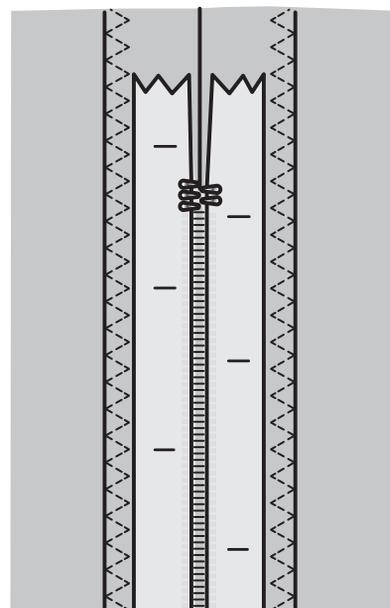

Fig. 1
2. Bâtissez le reste de la couture dans laquelle la fermeture sera placée. Repassez la couture en l'ouvrant. Placez le côté droit de la fermeture sur le surplus de couture retourné, en plaçant la butée de la fermeture au niveau du cran. Épinglez la fermeture sur le côté droit pour qu'elle ne bouge pas (voir fig.1).